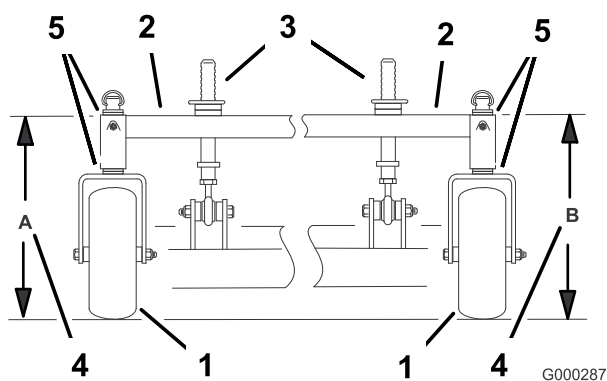

Figure 72
4. Mesurez la hauteur du bâti porteur au point **A** (Figure 72).
5. Mesurez la hauteur du bâti porteur au point **B** (Figure 72).